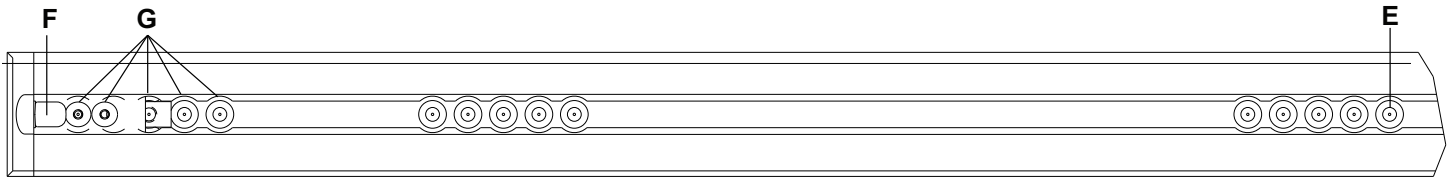

Figura 10 – Posición del posicionador de la placa de suelo - extremo de los pies
Nota - Si ha instalado anteriormente la placa de suelo sin el cable del anclaje al vehículo, mida 3 in (7,6 cm) o 7 in (17,8 cm) hacia el extremo de la cabeza desde la posición E del posicionador (Figura 10). Marque la posición en el centro del canal. Esta será la posición de la entrada eléctrica. Para ver las instrucciones para las conexiones eléctricas, consulte Instalación de la placa de suelo (6390-109-020).
Nota - Las ubicaciones del gancho de seguridad (F) y de los orificios de montaje adicionales (G) se muestran únicamente como referencia (Figura 10). No se utilizan para la instalación del **Performance-LOAD**.